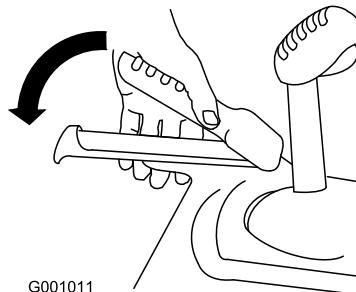

Figura 28
2. Engrane la palanca de tracción y sujétela en esa posición (Figura 28).